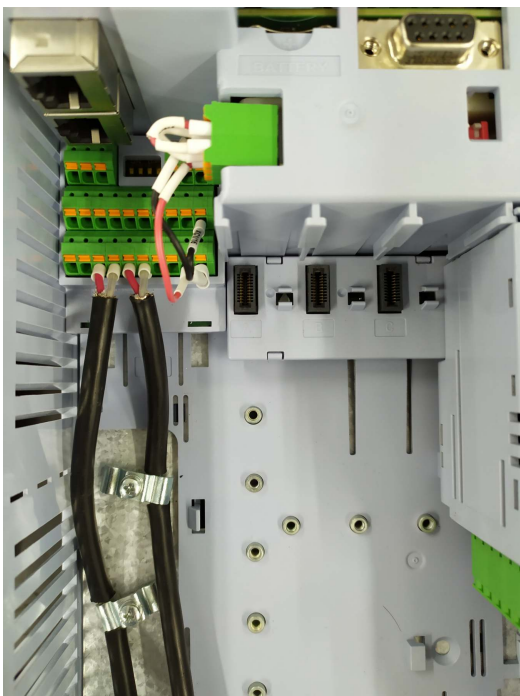

Figura 3.32: Exemplo de conexão da blindagem de cabos de controle
- Aterrar corretamente a blindagem dos cabos, utilizando conexão da blindagem em 360°, conforme apresentado na Figura 3.32.
2. Cabos de saída (cabos do motor) blindados e com a blindagem conectada em ambos os lados, motor e inversor, com conexão de baixa impedância para alta frequência, como exemplo ver Figura 3.32. Mantenha a separação dos demais cabos conforme Tabela 3.10. Para mais informações consulte item 3.2.4. Comprimento máximo do cabo do motor e níveis de emissão conduzida e radiada conforme Tabela 3.19.
3. Aterrar o inversor conforme instruções do item 3.2.5.
4. Utilizar cabos de controle blindados e mantenha a separação dos demais cabos conforme o item 3.2.6.